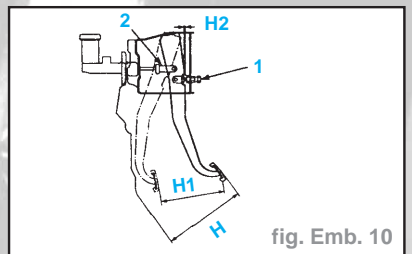

fig. Emb. 10
- La course de pédale (H) (fig. Emb. 10) se règle sur la tige de piston du maître-cylindre (2).
- La vis de butée de la pédale (1) doit fournir un jeu (H2) de **0,5 mm à 1,0 mm**.